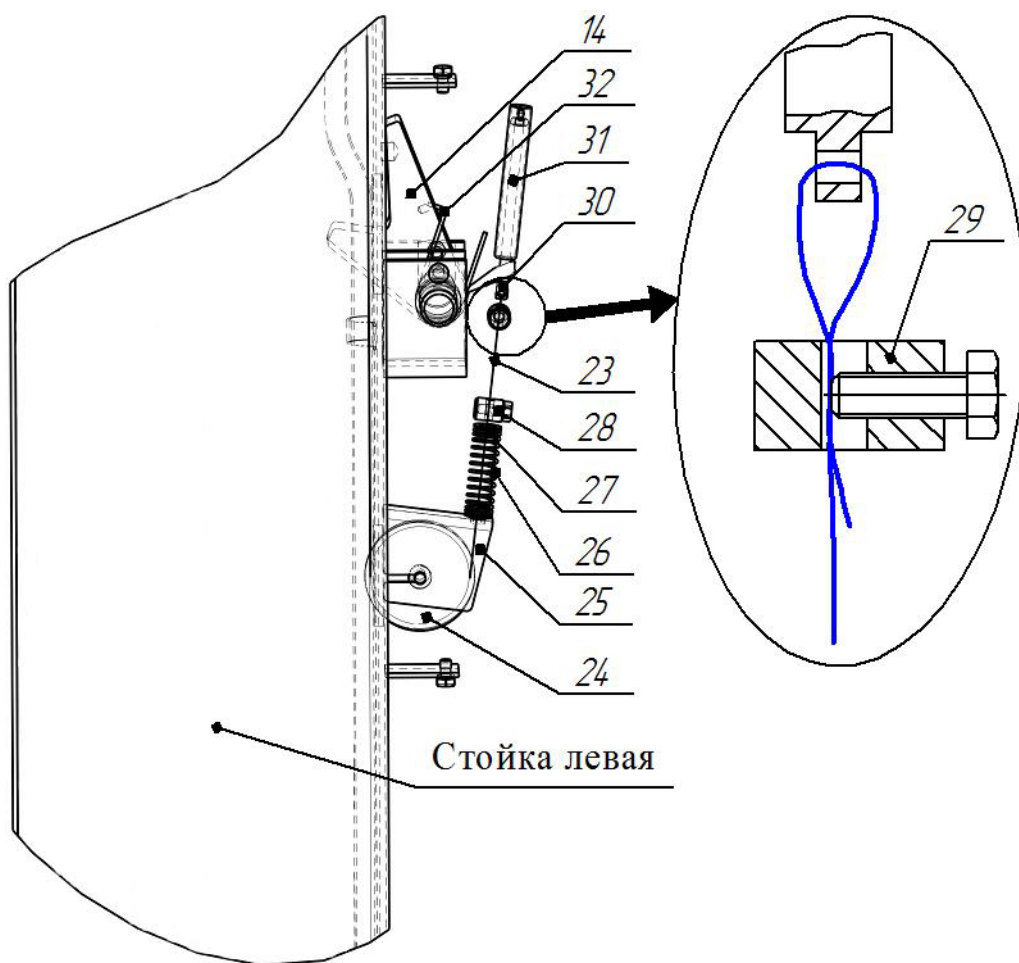

Рисунок 6.5 - Система стопорения кареток
6.6 Установить тросик системы стопорения (рисунок 6.5). Для этого снять крышку, закрывающую стопор-защелку 14 на левой стойке 2, отвернув два винта М6х10. Тросик 23 системы стопорения, закрепленный на правой стойке 1 (с насосной станцией 15), протянуть через блоки 56, направляющие трубки в переключателе 3 к стойки левой 2 и вывести через блок 24 и
7.2.1 Нажатием кнопки 20 поднять автомобиль, чуть выше требуемой высоты (защелки должны быть поджаты к стойкам, рисунок 6.5) и нажатием кнопки 21 опустить каретки 4 на защелки 14. Убедиться в том, что каретки 4 опустились на защелки 14 (при нажатии кнопки 21 каретки больше не опускаются). В этом случае гидравлическая система разгружена, вес автомобиля воспринимается стойками подъемника.